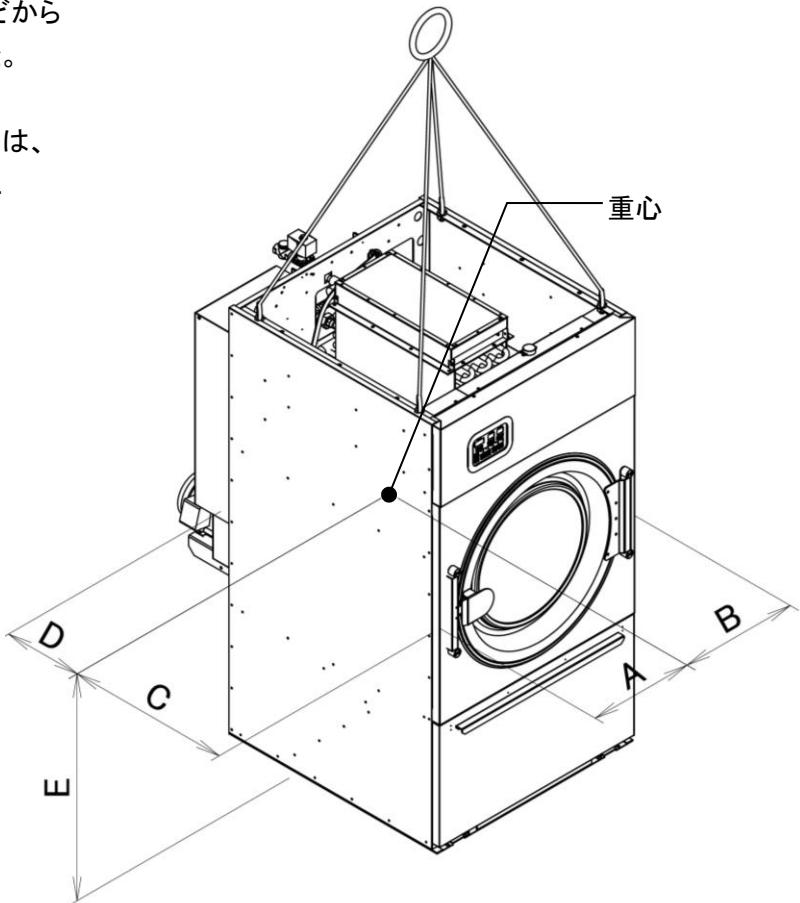

図 3-1
- クレーン等で機械を吊り上げるときは、本体上部四隅(図 3-1)の 4ヶ所に必ずフックを掛けて吊り上げます。
- 重量と重心(図 3-1)